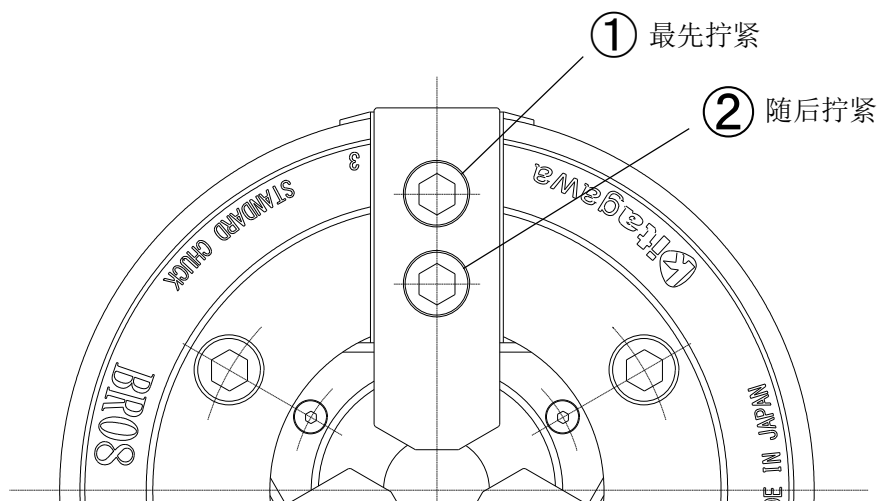

图 12-2 卡爪安装螺栓的拧紧顺序
- 为了使 Tnut-Plus 的安装重现性长期保持稳定，在拧紧卡爪安装螺栓时，请从卡盘外径侧的螺栓开始，按照规定扭矩拧紧。(参照图 12-2)